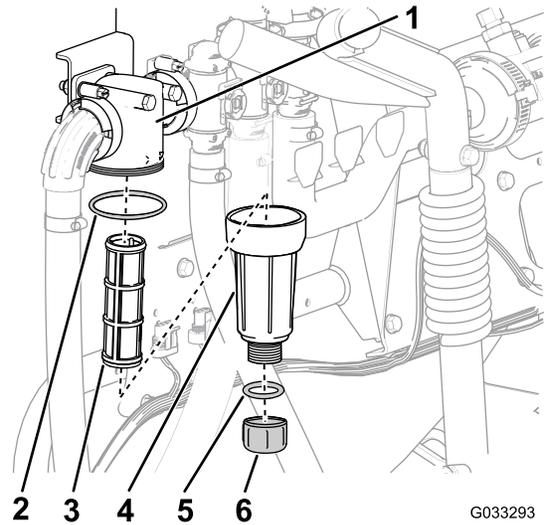

図 30
2. 圧力フィルタの下に受け容器をおく 図 30。
3. 圧力フィルタのボウルについているドレンキャップを左に回して外す 図 30。
4. ボウルを左に回してフィルタヘッドを外す 図 30。
5. 圧力フィルタELEMENTを外す 図 30。
7. ドレンプラグのガasketボウルの内側とボウルのガasketフィルタヘッドの内側に傷や破損がないか点検する 図 30。
8. 圧力フィルタELEMENTをフィルタヘッドに取り付ける 図 30。
9. フィルタヘッドにボウルを取り付けて手締めする 図 30。
10. ボウルの底部のフィッティングにドレンキャップを取り付けてキャップを手締めする 図 30。